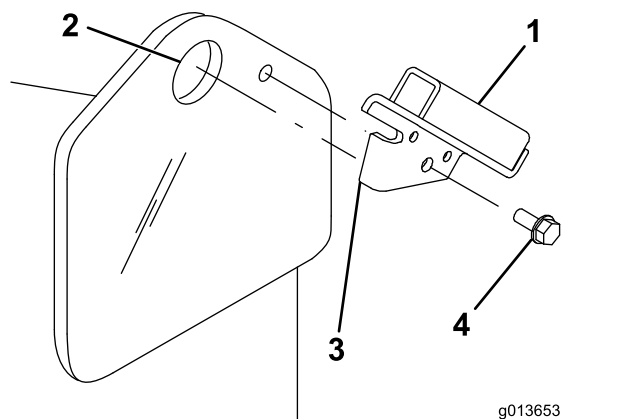

Figura 3
1. Inserite l'aletta della staffa dello schermo di protezione nel foro del punto di sollevamento sul trattorino, allineando il foro sulla staffa al piccolo foro sul telaio del trattorino (Figura 3).
Nota: Vi sono una staffa destra e una staffa sinistra. Accertatevi di montare ogni staffa sul lato corretto. L'aletta deve essere inserita nel foro del punto di sollevamento e la staffa deve trovarsi all'esterno del telaio (Figura 3).
2. Fissate la staffa al telaio con una vite autofilettante (Figura 3).